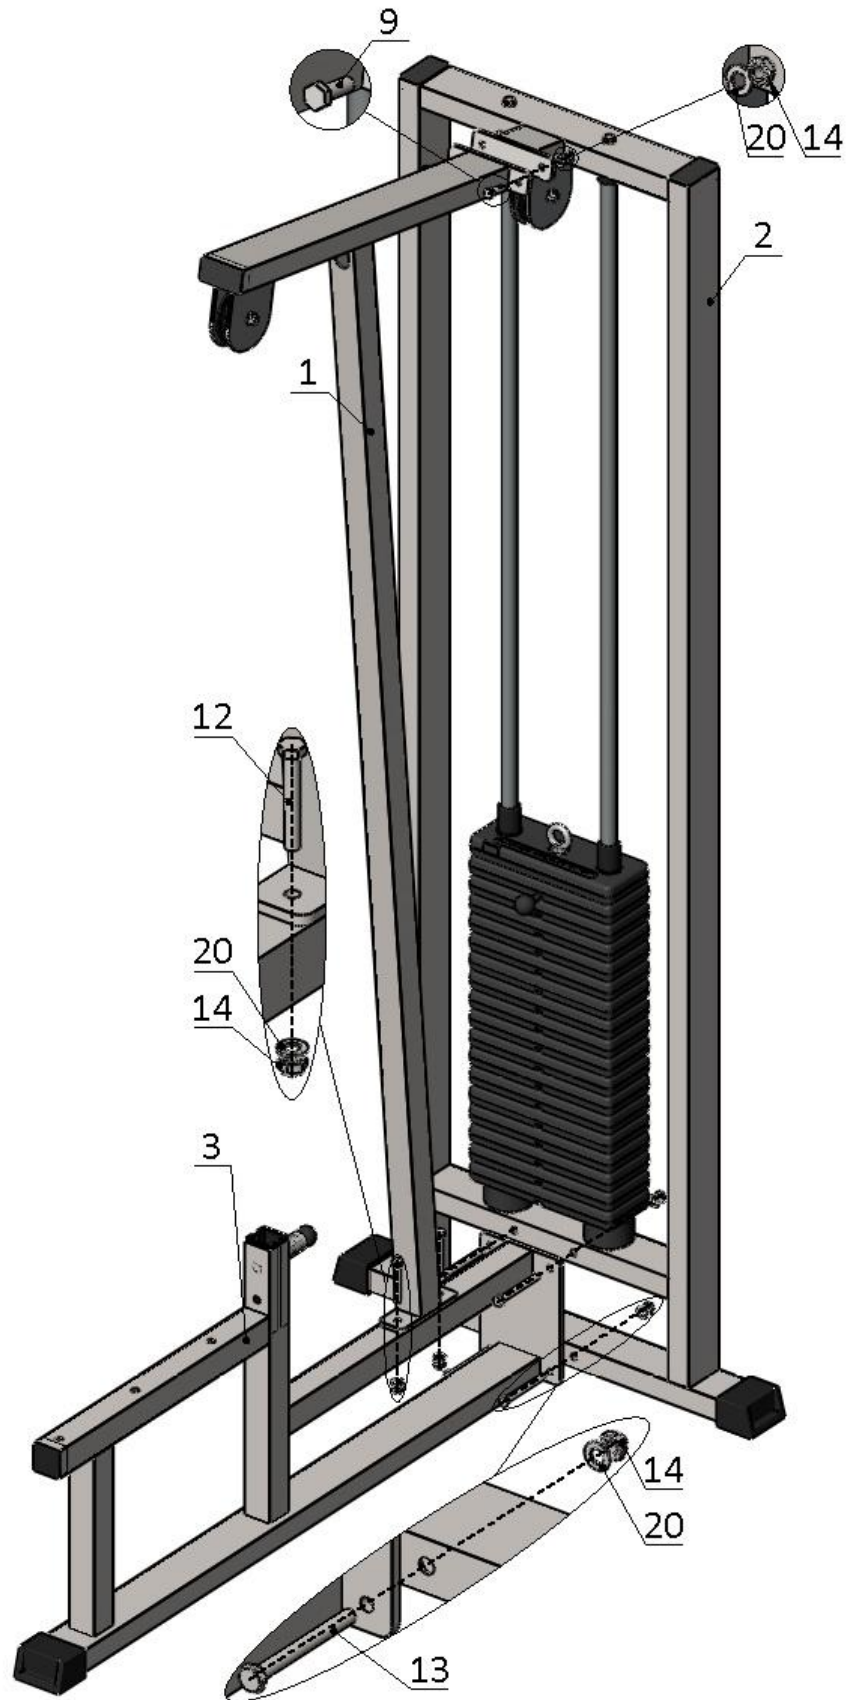

Рис.2
2. К раме грузоблоков (2) прикрутите раму сиденья (3) комплектом крепежа: болт M10x100 (13), гайка M10 (14), шайба D10 (20). Далее к обеим рамам (2,3) прикрутите Упорную трубу (1) сверху комплектом крепежа: болт M10x30 (9), гайка M10 (14), шайба D10 (20); снизу – болт M10x70 (12), гайка M10 (11), шайба D10 (20) (рис.2).